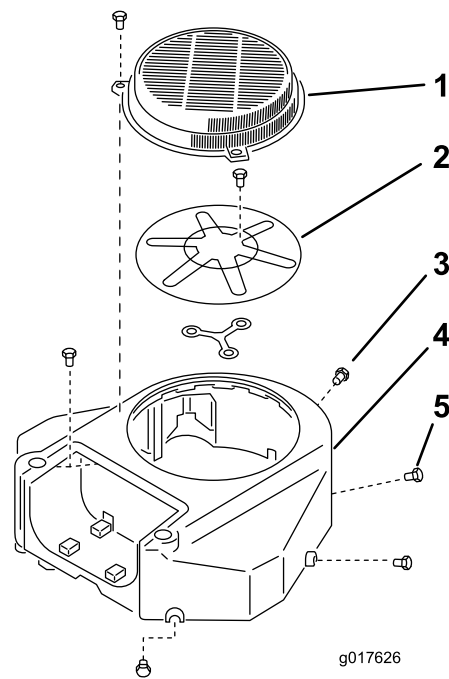

Figure 58
3. Déposez la grille d'entrée d'air et le carter du ventilateur (Figure 58).
5. Reposez la grille, la prise d'air et le carter du ventilateur (Figure 58).